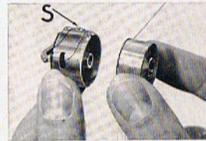

Abb. 13
**Das Einfädeln der Spulenhülse** (Abb. 13, 14 und 15). Die mit Garn gefüllte Spule nehme man so in die rechte Hand, daß der Faden von links nach rechts abläuft (Abb. 13). Mit der linken Hand ergreife man die Spulenhülse und setze die Spule in sie hinein (Abb. 13). Dann ziehe man den Faden mit der rechten Hand durch den Schlitz in den Spulenhülsenrand (Abb. 14) und weiter nach links unter die Spannungsfeder. Das Fadenende lasse man, wie in Abb. 15 gezeigt, neben dem Stellungsfinger der Spulenhülse herunterhängen.